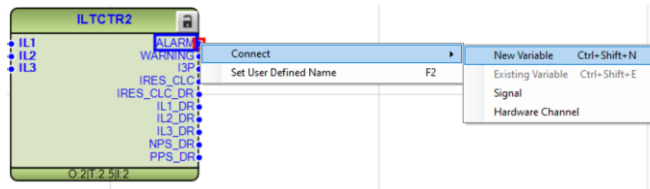

Imagen 364_Conexión de nueva variable en el puerto de salida ALARM del bloque ILTCTR2.
5.2.20 Lo mismo será para la salida “ALARM” del bloque “ILTCTR2”, conectaremos una nueva variable dando clic derecho y seleccionando “Connect - New Variable” como observamos en la **Imagen 364**.